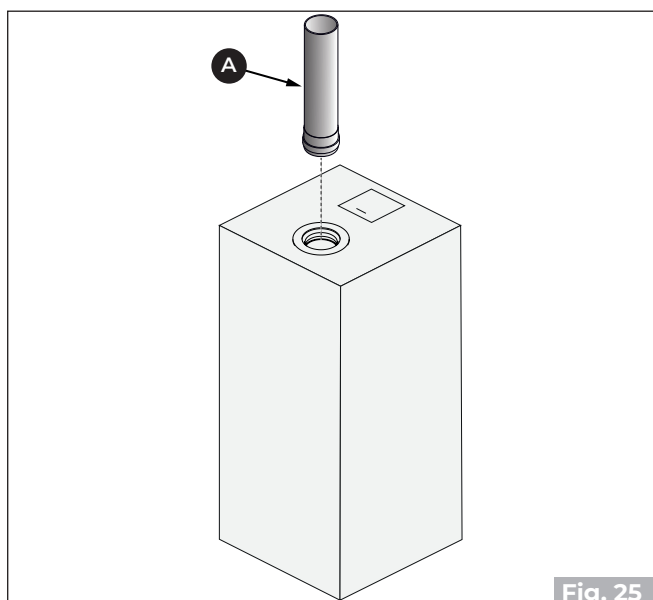

Fig. 25
- Schließen Sie das Rauchabzugsrohr **(A)** („Fig. 25“)